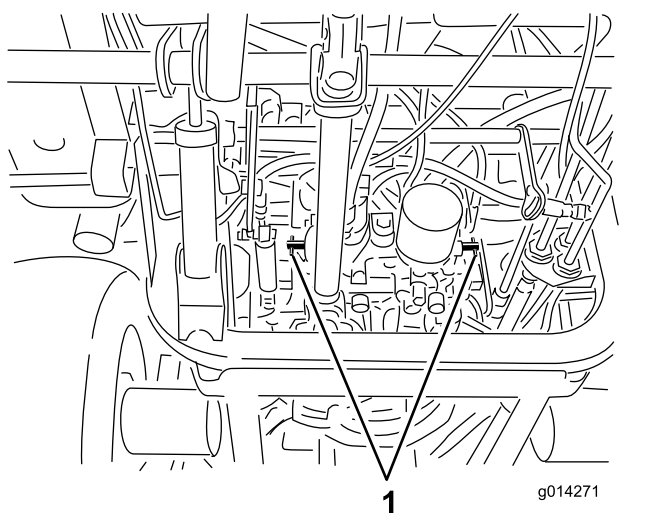

Figure 63
3. Tournez chaque vanne de dérivation d'un tour dans le sens antihoraire (Figure 63).
1. Tournez chaque vanne de dérivation d'un tour dans le sens horaire et serrez-les à la main (Figure 63).
2. Serrez-les vannes à 8 N·m (71 po-lb) environ, comme montré à la Figure 63.